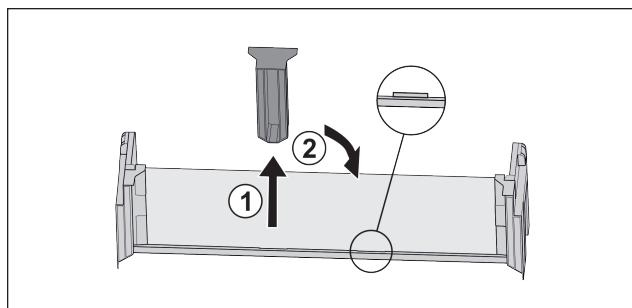

Fig. 23
► Stáhněte prostřední přídržný díl Fig. 23 (1).
► Vložte prostřední přídržný díl do druhé polohy Fig. 23 (2).